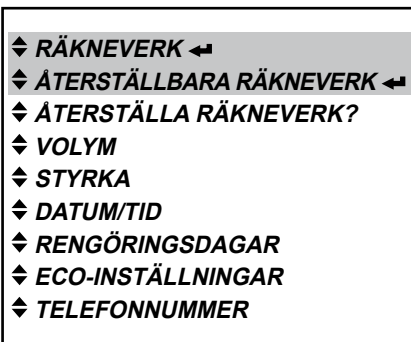

Bild 33
- Aktivera menyn «RÄKNEVERK» eller menyn «ÅTERSTÄLLBARA RÄKNEVERK» i administratörsläget och tryck på Enter för att öppna den (bild 33).